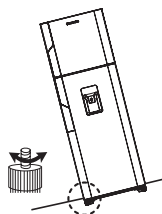

Fig.2
- Gire las patas ajustables delanteras (izquierda y derecha) para nivelar el refrigerador. Ver Fig. 2